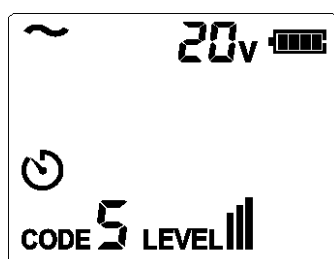

Figura 9.1c Misura della tensione CA
1. Quando la tensione è 8 V ~ 480 V CC/CA (50/60 Hz). Se la tensione misurata è una tensione alternata, la visualizzazione è quella mostrata nella Figura 9.1c.